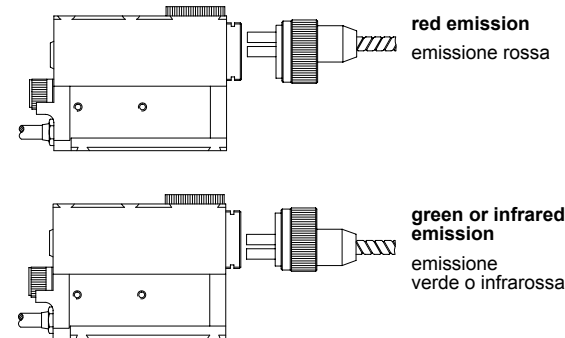

Figure 6
- To install the optic fibre, insert the fibre connector on the TL80 body, in the correct position indicated by fig.6.
- Per installare la fibra ottica, inserire il connettore della fibra sul corpo della TL80, nella posizione corretta come indicato nella fig.6.